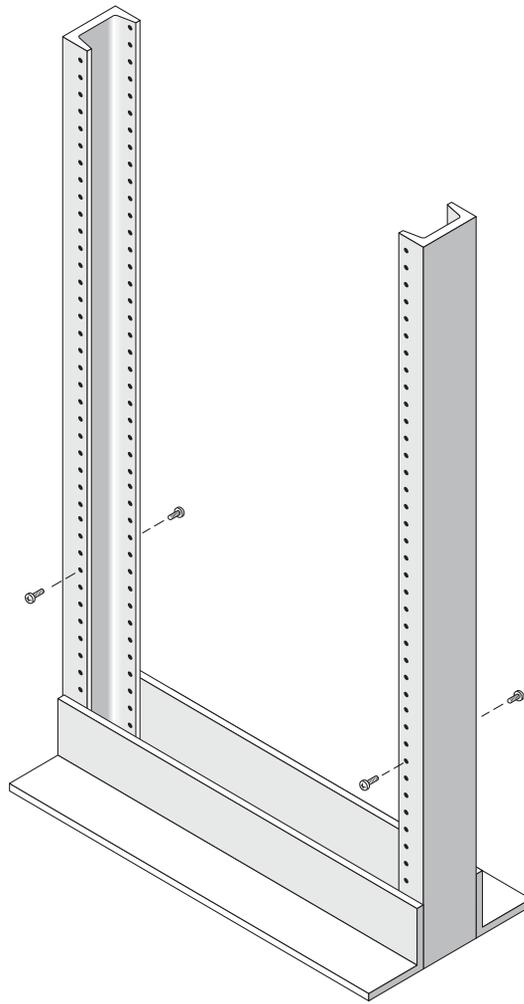

図 C-1 前後の取り付け穴へのねじの差し込み
2. 左右のポストの前後にある取り付け穴にそれぞれ 1 本ずつ、計 4 本のねじ (12-24 または 10-32) を差し込みます (図 C-1)。ねじはまだ締め付けしないでください。